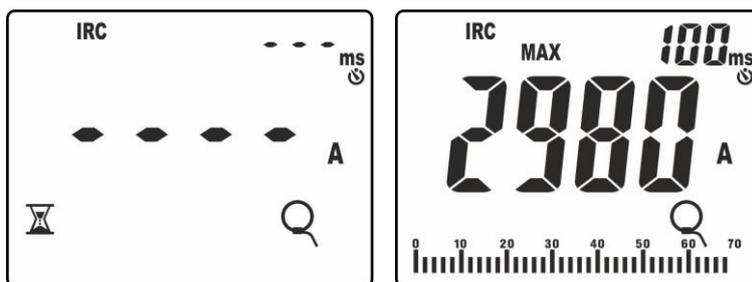

Fig. 43: Riconoscimento evento corrente di spunto
8. Premere il tasto **GO/HOLD** per attivare la funzione. Lo strumento si pone in attesa del riconoscimento dell'evento (valore misurato superiore alla soglia fissa di trigger pari all'**1%FS pinza: ex 30A per FS = 3000A**) mostrando il simbolo "⌚" a display (vedere Fig. 43 – parte sinistra) con emissione di un suono intermittente ogni 2s
9. Al riconoscimento dell'evento **la misura si arresta automaticamente** e lo strumento mostra nel display principale il valore **Max RMS** calcolato sul tempo di valutazione di **100ms** (default) riportato nel display secondario (vedere Fig. 43 – parte destra), ~~con~~ ~~emissione di un doppio suono~~